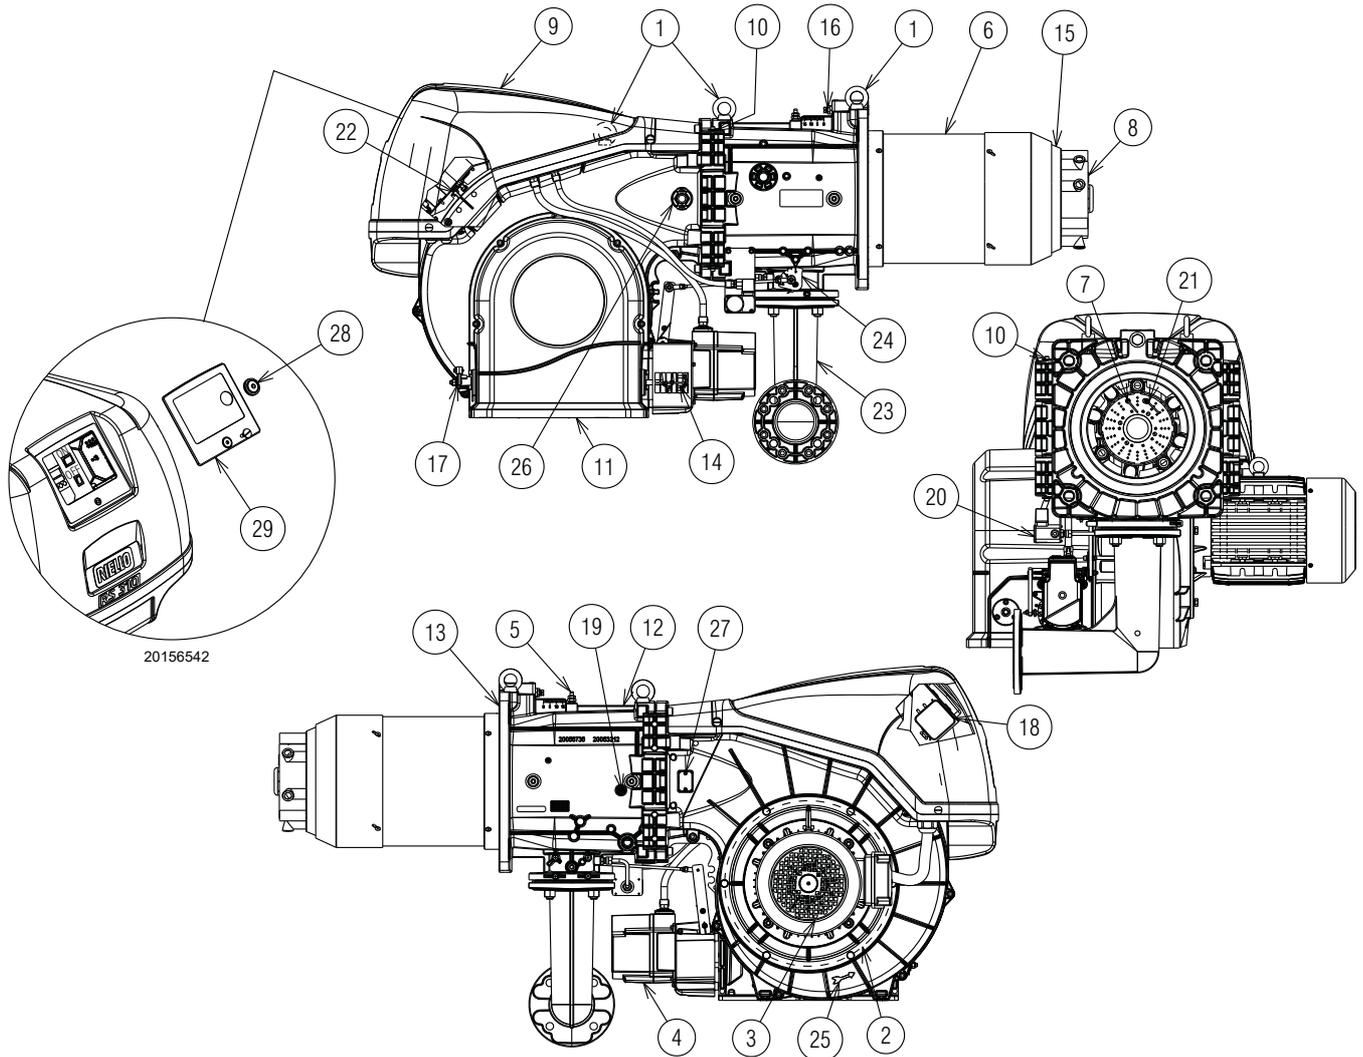

Fig. 5
- (1) Conditions de référence: Température ambiante 20 °C - Température du gaz 15 °C - Pression barométrique 1013 mbar - Altitude 0 m au-dessus du niveau de la mer.
- (2) Pression à la prise 5)(Fig. 5 à la page 13) avec pression zéro dans la chambre de combustion et à la puissance maximale du brûleur.
- (3) Pression sonore mesurée dans le laboratoire de combustion du constructeur, avec le brûleur fonctionnant sur la chaudière d'essai, à la puissance maximale. La puissance sonore est mesurée grâce à la méthode en « champ libre », prévue par la norme EN 15036, et conformément à la précision de mesure « Précision : Catégorie 3 », comme décrit par norme EN ISO 3746.